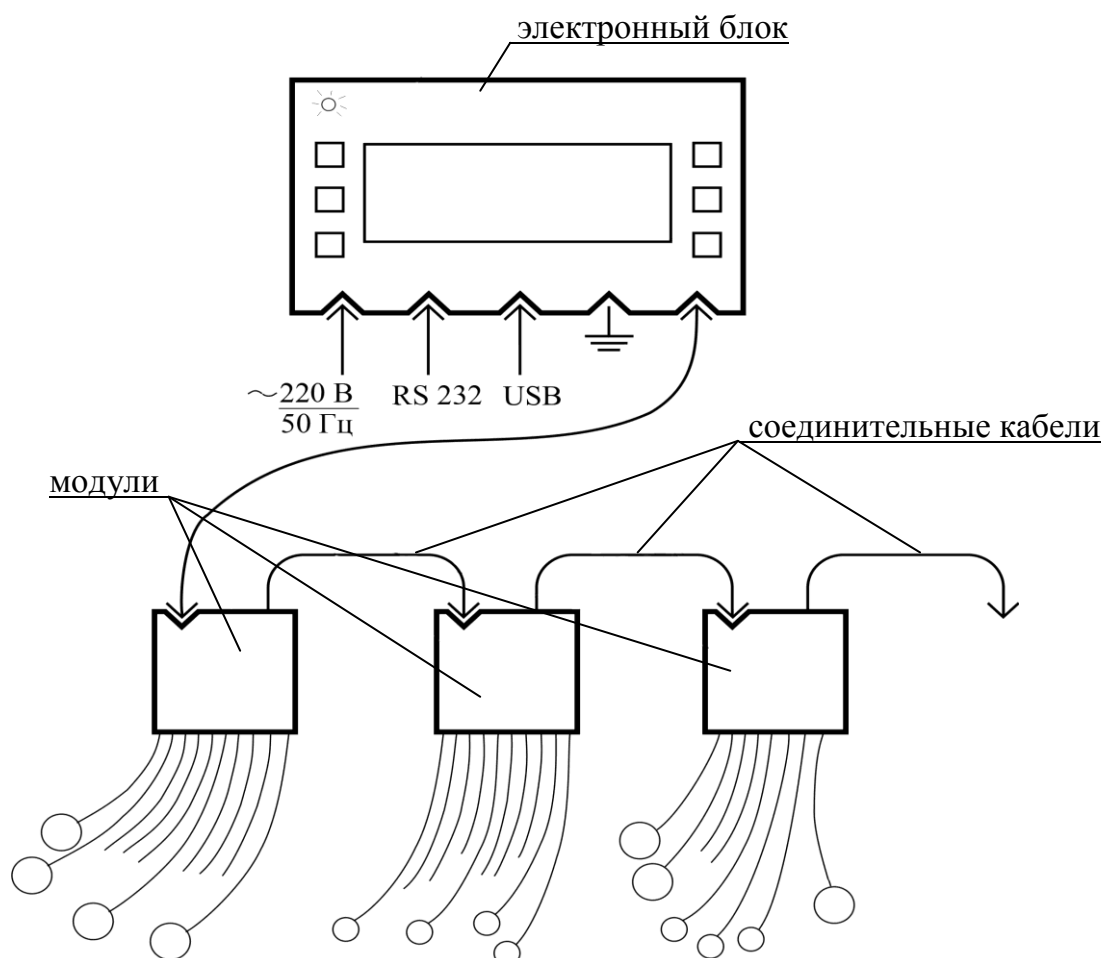

Рисунок 1 – Схема внешних соединений измерителя ИТП-МГ4.03/Х(У) «ПОТОК»
3.1 Конструктивно измеритель выполнен в виде электронного блока и соединённых с ним посредством кабелей модулей (от одного до десяти), к каждому из которых, в свою очередь, подсоединены посредством кабелей 10 датчиков теплового потока и/или температуры (рисунок 1).
Подключите модуль к электронному блоку в соответствии с рис.1.